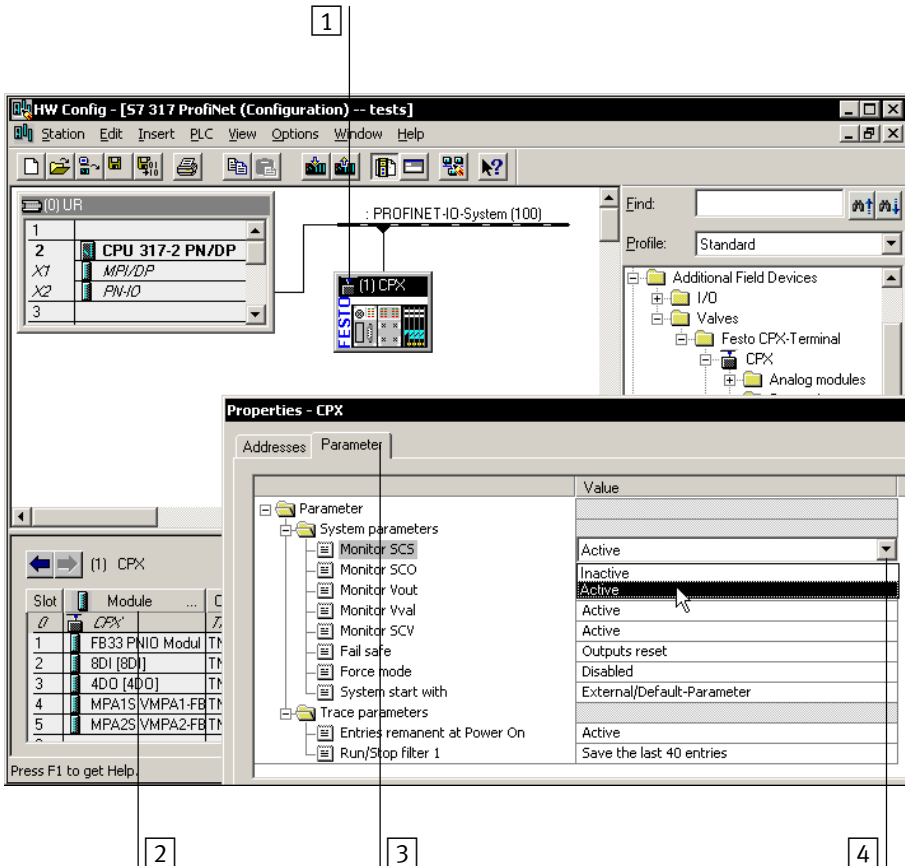

Bild 2/11: Inställning av systemparametrar med Siemens STEP 7
2. Markera CPX-terminalens symbol i PROFINET-IO-systemet (se 1 Bild 2/11). Konfigurationstabellen visar CPX-terminalens konfiguration.